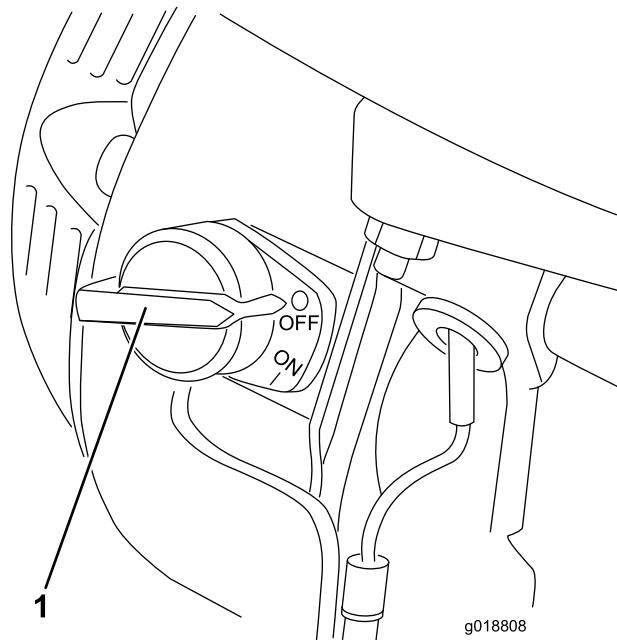

Figure 10
L'interrupteur marche/arrêt (Figure 10) permet de démarrer et d'arrêter le moteur. Cet interrupteur est situé à l'avant du moteur. Il porte les lettres I (marche) et O (arrêt). Pour démarrer le moteur, vous devez d'abord placer l'interrupteur à la position marche (I). Pour arrêter le moteur, placez l'interrupteur à la position arrêt (O).